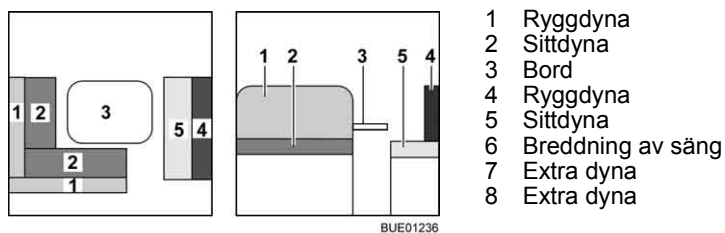

Bild 94 Före ombyggnaden
- Bygg om bordet (Bild 94,3) till sängbotten (se avsnitt 6.11).
- Tag bort ryggdynorna (Bild 94,1) från L-sittbänken och lägg dem åt sidan.
- Tag bort ryggdynan (Bild 94,4) från den långsgående sittbänken och lägg den åt sidan.